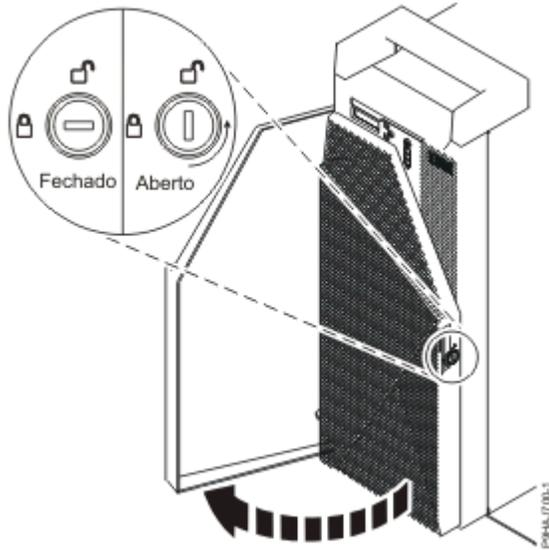

Figura 99. Desbloquear a porta anterior
- a) Insira a chave da porta anterior na fechadura conforme apresentado em Figura 99 na página 106. Rode a chave para a esquerda (em sentido contrário ao dos ponteiros do relógio) para destrancar a porta. Horizontal é bloqueado; vertical é desbloqueado. Abra a porta anterior.